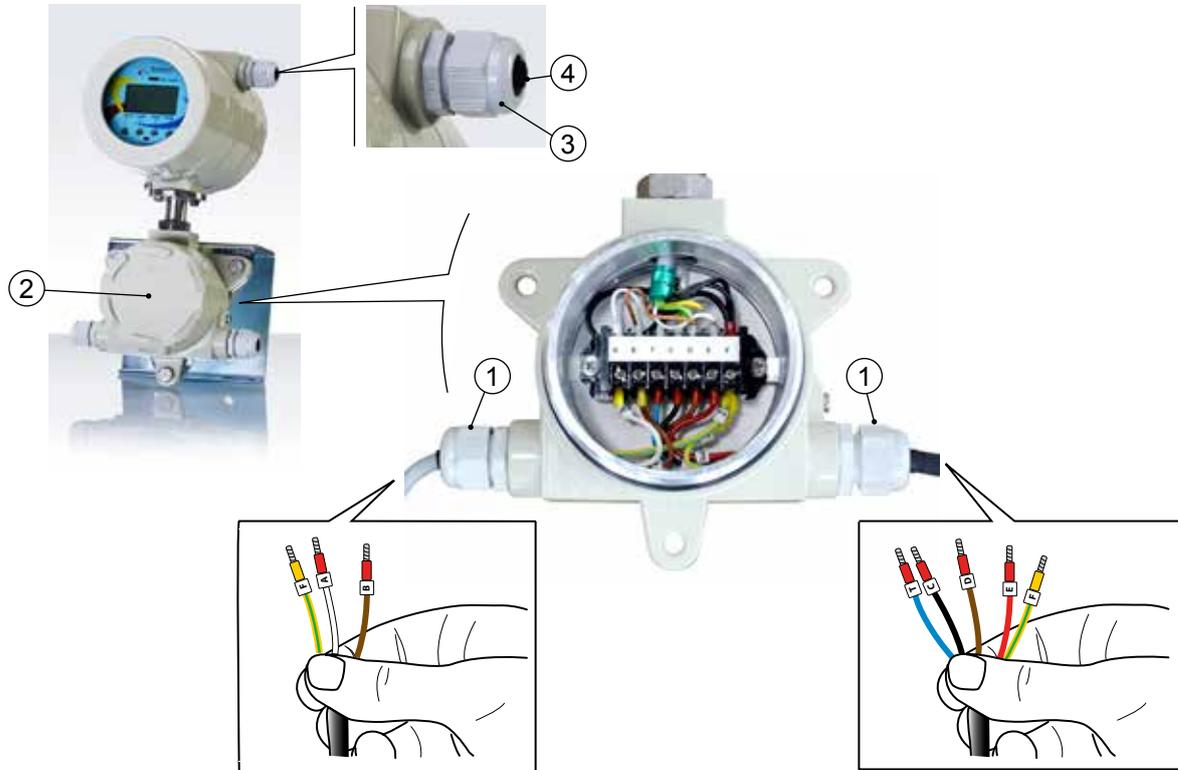

Fig. 24 Identificazione cavi e morsetti di collegamento
- i** Tutti i cavi di alimentazione e i cavi di segnale da collegare alla morsetteria della scatola di derivazione (nel caso di versione separata) vengono preventivamente identificati dal costruttore mediante l'applicazione di apposite fascette numerate che facilitano l'individuazione dei corretti morsetti di collegamento (Fig. 24).
- ⚡** **ATTENZIONE:** dopo aver eseguito tutti i collegamenti necessari, assicurarsi di serrare adeguatamente i pressacavi (es. 1, Fig. 24) ed il coperchio (2, Fig. 24) in modo tale da garantire l'isolamento dei cavi e delle schede elettriche/elettroniche dall'umidità e dall'acqua nel caso in cui il convertitore venga installato all'aperto.
- ⚠** Gli eventuali pressacavi inutilizzati (es. 3, Fig. 24) devono essere sempre chiusi con i relativi gommini ciechi di tenuta (es. 4, Fig. 24).
- ⚠** I pressacavi utilizzati (es. 1, Fig. 24) sono idonei per l'impiego di cavi multifilo del diametro minimo di 5 mm fino ad un diametro massimo di 12 mm (es. 4, Fig. 24).